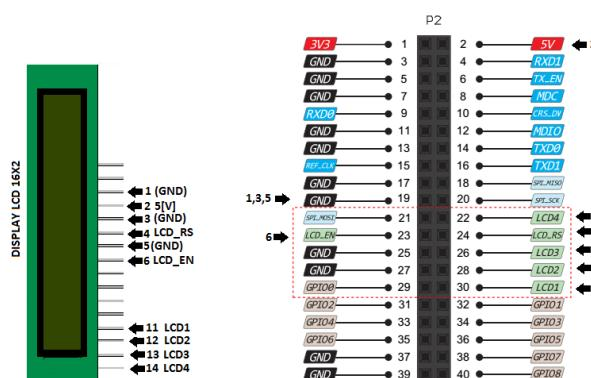

Figura 38: Diagrama esquematico de conexion display LCD 16x2
- **Paso 3:** Sobre la Figura 38 se ilustra el diagrama esquemático para el conexionado del Display sobre la placa.